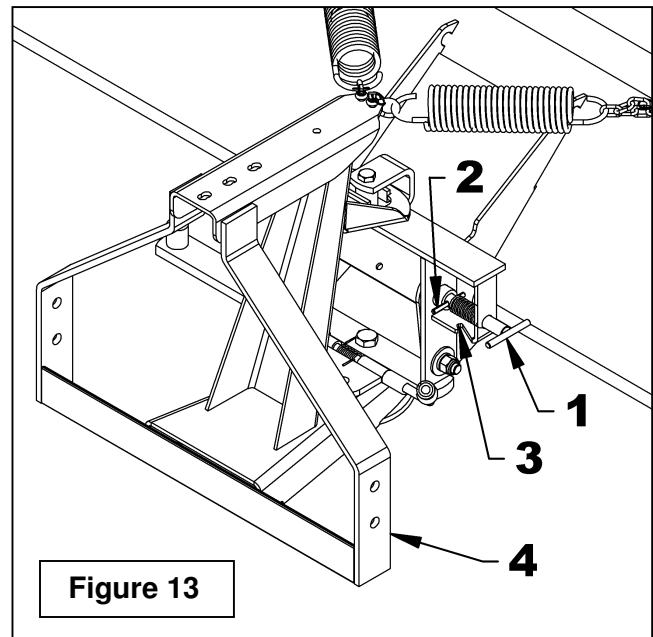

Figure 13
Retirer le balai du Tracteur **(Figure 13)**
Pour éviter que l'attache remonte par l'action du ressort et ainsi faciliter le montage et le démontage, la goupille de blocage du pivot (fig. 13, item 1) doit être placée en position verrouillée. Cette position est aussi utilisée lors des déplacements et du changement de brosses. Toutefois, ne jamais faire fonctionner le balai lorsque la goupille est placée en position verrouillée car vous pourriez endommager le balai.
IMPORTANT: La goupille en "T" pin (fig. 13, item 1) **DOIT ÊTRE** en position déverrouillée.
3. Retirer les trois boulons 1/2" x 2 1/4" (item 6) et les écrous 1/2" (item 5) qui retiennent le moteur hydraulique.
4. Retirer le boulon 3/8" X 1 1/2" (item 9), la rondelle plate 3/8" (item 13) et l'écrou à bague de nylon 3/8" (item 10) pour enlever le garde intérieur (item 11).
5. Retirer les boulons 1/2" x 1 1/4" (item 1) et les écrous 1/2" (item 4) qui fixent le palier à roulement sur le côté du balai opposé au moteur hydraulique.
6. Placer la goupille en "T" (fig. 13, item 1) en position verrouillée et soulever l'avant du balai pour que la goupille s'enclenche. Retirer la brosse du balai et placer en position verticale, le moteur hydraulique appuyé sur le sol.
7. Retirer les boulons 5/16" x 1" (item 2) et rondelles de blocage 5/16" (item 3) de la plaque de retenue (item 12) du support de brosse en s'assurant de ne pas endommager les boyaux hydrauliques.